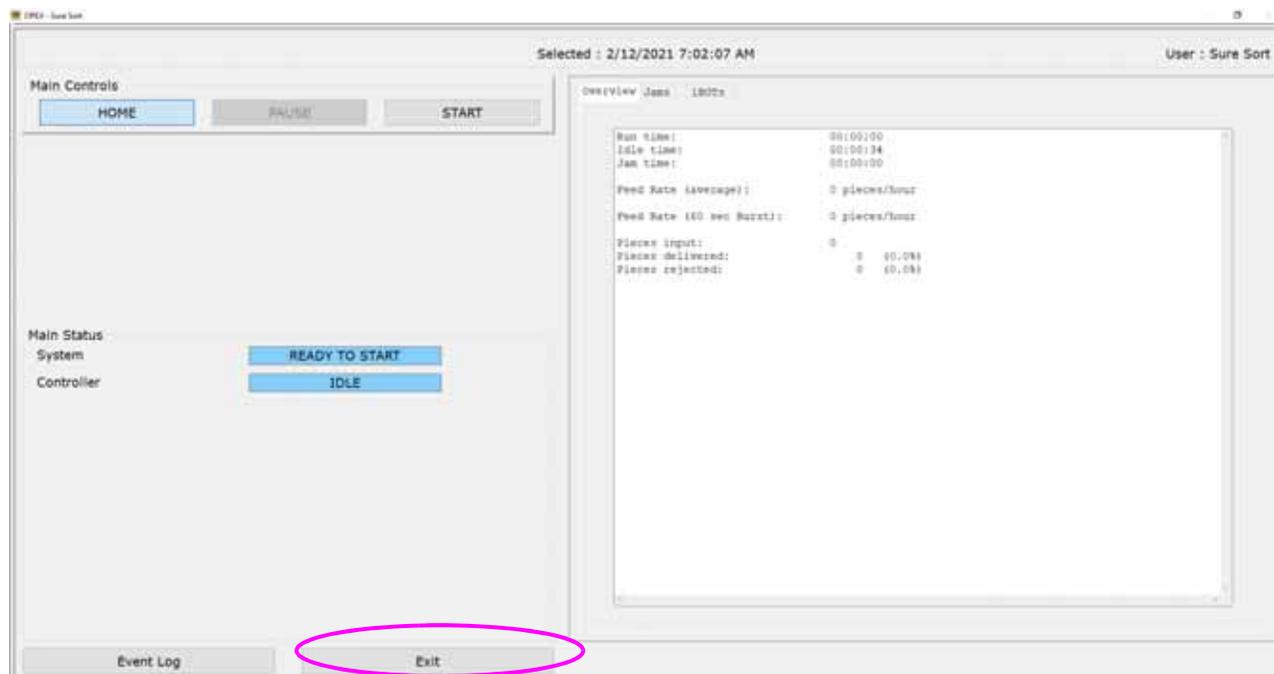

Figure 4-42: Pantalla de Ejecución del Host OPEX - Salir
2. Para salir de la Pantalla de Ejecución, haga clic en **Salir** (ver Figure 4-42/Figura 4-42).